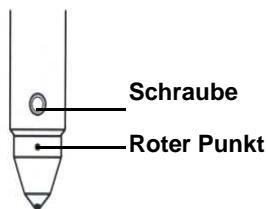

Abbildung 6-17 Einbau eines Eindringstempel
- 1 Führen Sie vorsichtig den Schaft des Eindringstempel in das Montageloch so, dass der rote Punkt zu Ihnen zeigt. (Siehe Abbildung 6-17).